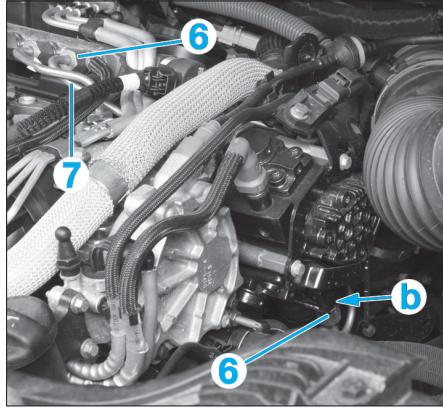
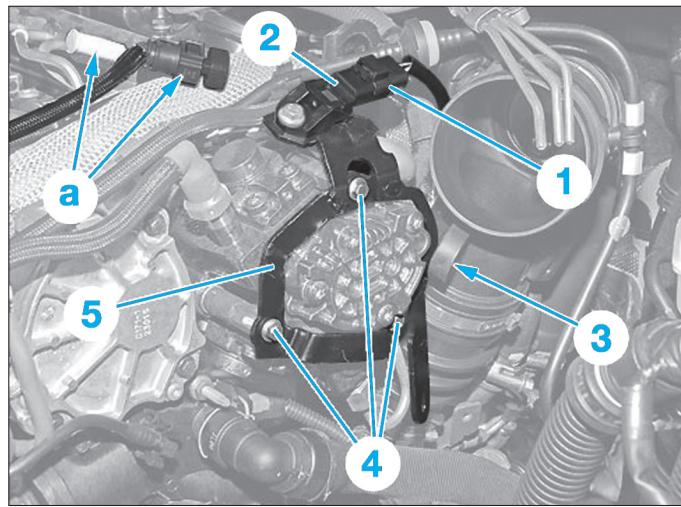

Fig. 30
Fig. 29
- Débrancher le tuyau en (a) (Fig.29).
- Débrancher le connecteur (1) puis débrancher le capteur (2).
- Déposer la vis (3).
- Déposer les fixations (4) puis le support (5).
- Desserrez les raccords (6) de la conduite haute pression (7) (Fig.30).